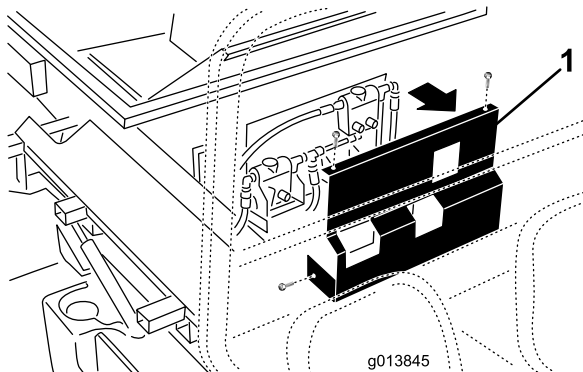

Bild 13
38. SH-Version, Modell 44701: Entfernen Sie die Befestigungen, mit denen die Abdeckung vorne am ProPass befestigt ist, und legen Sie die Abdeckung zur Seite (Bild 13).